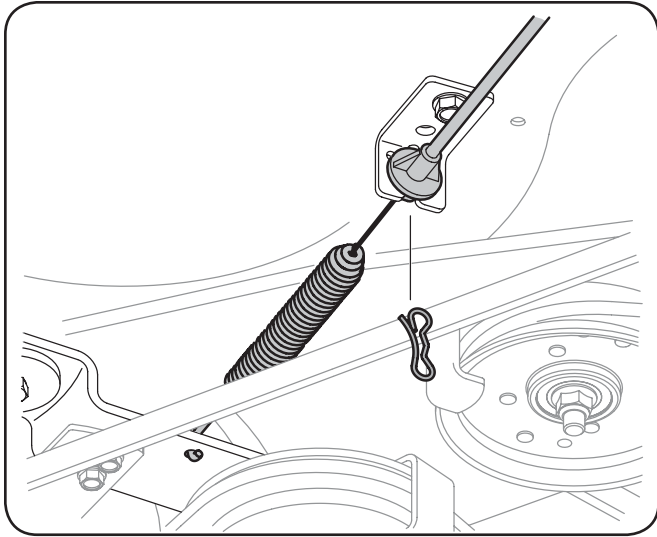

Figure 7-4 - Modèles avec prise de force manuelle seulement.
- c. Rebranchez le câble d'embrayage du plateau de coupe. Voir la Figure 7-4.
9. Sur les modèles à prise de force manuelle, dégagez prudemment le câble d'embrayage de l'arrière du plateau de coupe en enlevant la goupille fendue papillon qui le maintient en place. Enlevez le ressort du support de la poulie de tension du plateau de coupe. Voir la Figure 7-4.
10. Dégagez la goupille fendue de l'extrémité de la tige de stabilisation et dégagez celle-ci du support d'accrochage du plateau de coupe. Voir la Figure 7-4.